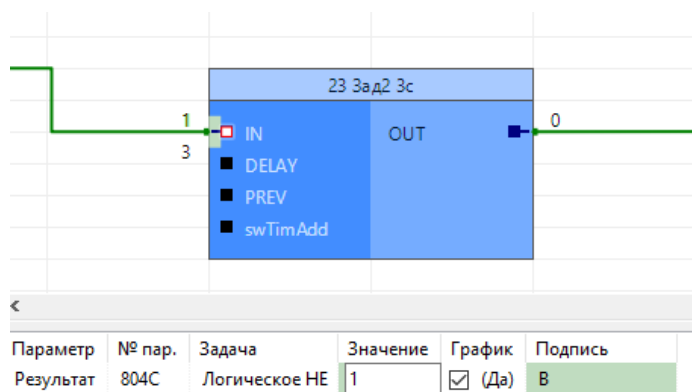

Рисунок 119 Изменение значения параметра в таблице под схемой
- ввести новое значение в таблице под схемой, в клетке «Значение» (см. рис. 119);